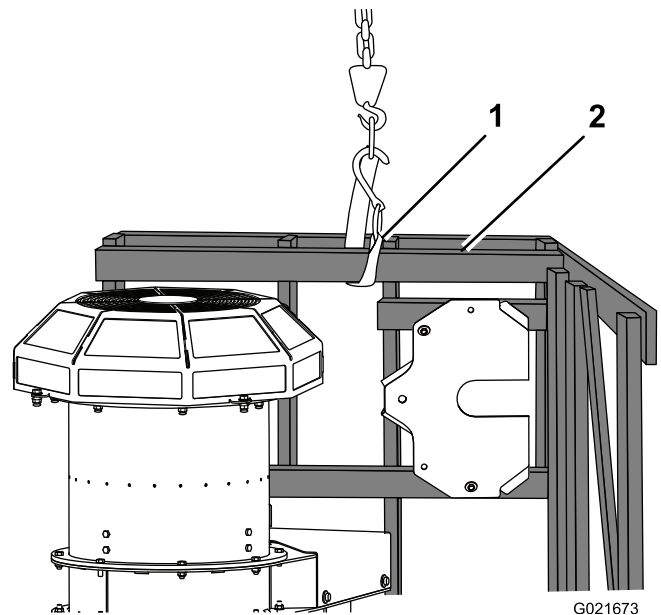

Bild 4
4. Befestigen Sie einen Riemen am oberen Ende, an der Latte (2 x 4) und an der Abdeckplatte und heben Sie die Palette an, bis die Kiste und der Bläser vertikal sind (Bild 4).